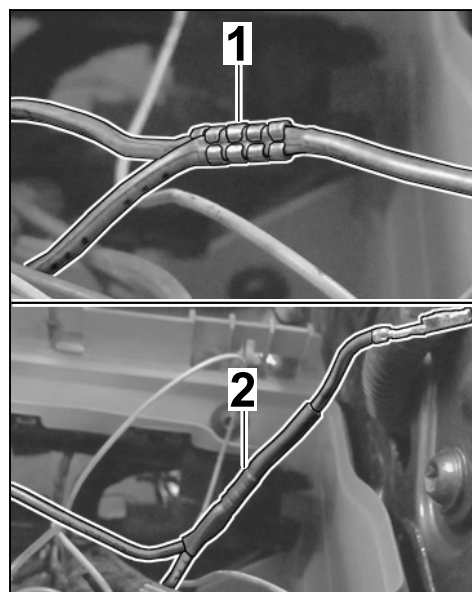

Рис. 22
- 3.5.5 Обжать в виде сростка желтый/белый провод (комплект поставки) и желтый/белый провод из корпуса гнездовых контактов с помощью стыкового соединителя (⇒ Рис. 22 -сверху-).
Надеть термоусадочный шланг на сросток и усадить с помощью фена, обеспечив его водонепроницаемость (⇒ Рис. 22 -снизу-).